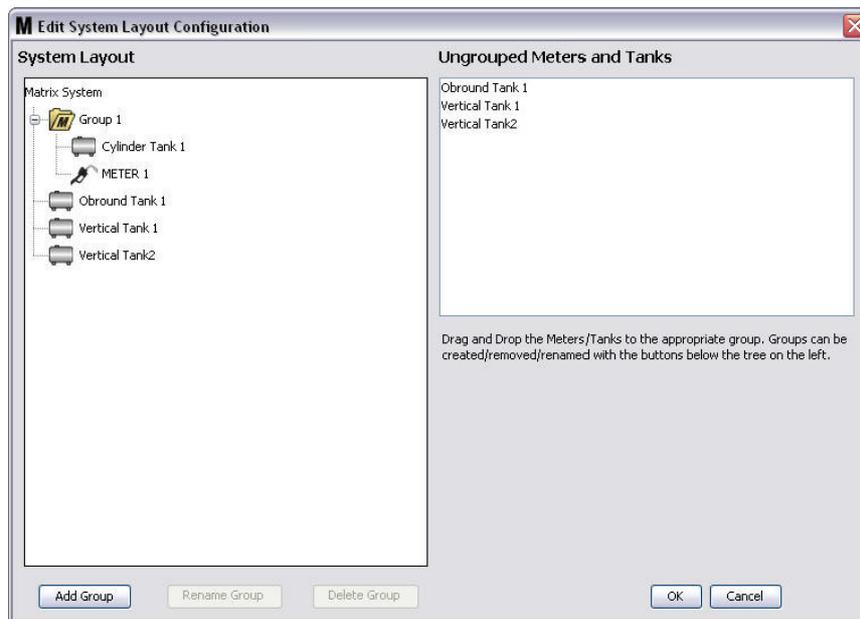

ABB. 129
- Die ausgewählten Tanks und Zähler erscheinen nun unter dem Ordnersymbol auf der Matrix-Systemseite, wie in ABB. 129 gezeigt.
- Um eine Gruppe umzubenennen, wählen Sie mithilfe der Maus den Gruppenordner auf der Matrix-Systemseite des Fensters aus. Klicken Sie auf die Schaltfläche „Gruppe umbenennen“ (ABB. 129).
11. Um eine Gruppe zu löschen, wählen Sie mithilfe der Maus den Gruppenordner auf der Matrix-Systemseite des Fensters aus. Klicken Sie auf die Schaltfläche „Gruppe löschen“ (ABB. 129).